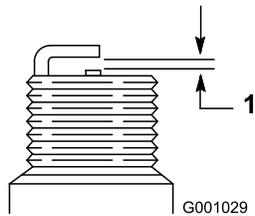

Figure 39
4. Réglez l'écartement des électrodes de la nouvelle bougie à 0,76 mm, comme montré à la Figure 39.